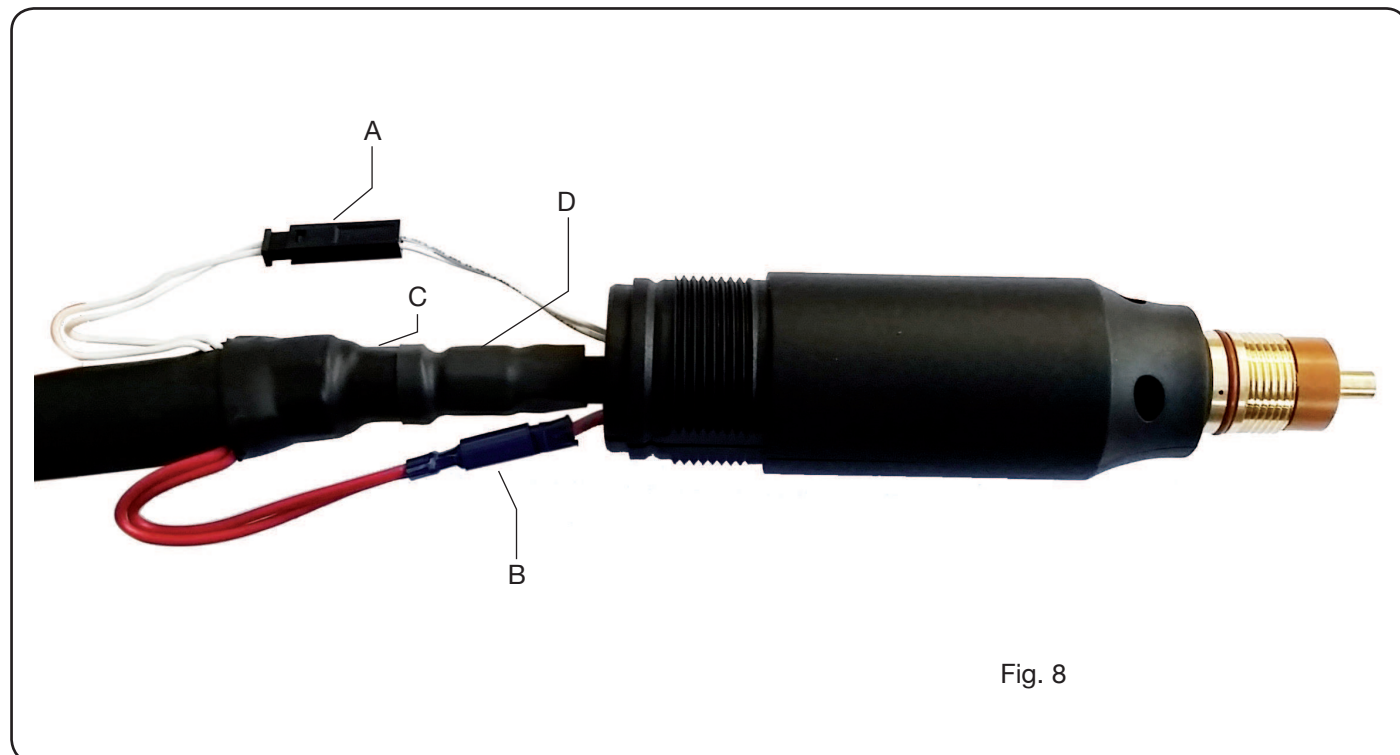

Fig. 8
- Dévisser les vis de blocage **G1** et **G2** et ensuite la poignée **M**, tirez-la en arrière jusqu'à montrer tous les câbles Fig. 8).
- Visser les raccords **D** et **E** en suivant la direction de la flèche - Fig. 8.
- Dévisser les vis de blocage **G1** et **G2** et ensuite la poignée **M**, tirez-la en arrière jusqu'à montrer tous les câbles (voir Fig.8);
- Visser les raccords **D** et **E** en suivant la direction de la flèche - Fig.8.